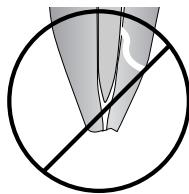

Fig 1
2. Montare il punto di gutta percha principale e verificare che sia di lunghezza appropriata. Potrebbe essere necessario tagliare la parte apicale al fine di ottenere la perfetta aderenza apicale indicata da 'tug-back.' Questo processo è rappresentato nelle figure 1, 2 e 3